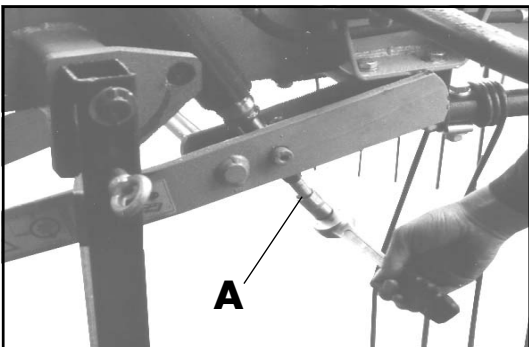

Bild 3-2
- Mit der Verstellspindel „A“ die Maschine waage-recht/leicht nach vorn geneigt einstellen (Bild 3-2)